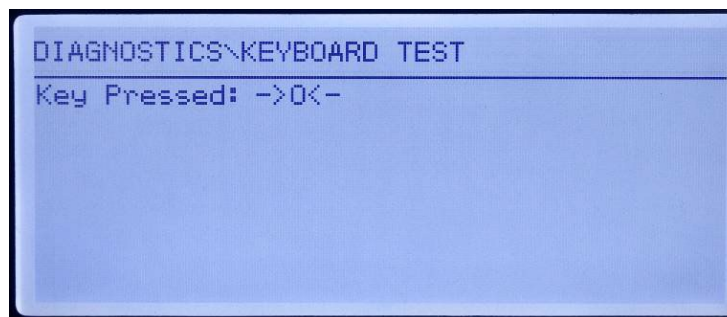

Figura 5-4: Prova tastierino: tasto ZERO premuto
Durante la prova tastiera sul display vengono visualizzati tutti i tasti premuti (vedi Figura 5-4). Ciò conferma il corretto funzionamento del tasto. Non premere il tasto freccia SINISTRA fino a che non è stato completato il test. Per uscire dal test, premere il tasto di navigazione SINISTRA.
5. Staccare l'alimentazione, rimuovere la batteria a bottone e sostituirla con una nuova batteria CR2032, METTLER TOLEDO numero parte 22009188. Fare riferimento alla figura 5-4 per la posizione della batteria a bottone. Fare attenzione a non toccare con le mani le aree di contatto (parte superiore e inferiore) della batteria. Prendere la batteria dagli angoli oppure utilizzare appositi guanti.